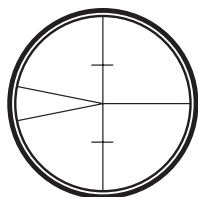

Fig. 3
1. **Ogniskowanie krzyża kresek** (rys. 3) – należy skierować lunetę na jasne tło lub umieścić przed obiektywem białą kartkę papieru, po czym przekręcać okular do momentu uzyskania wyraźnego i czarnego widoku kresek.